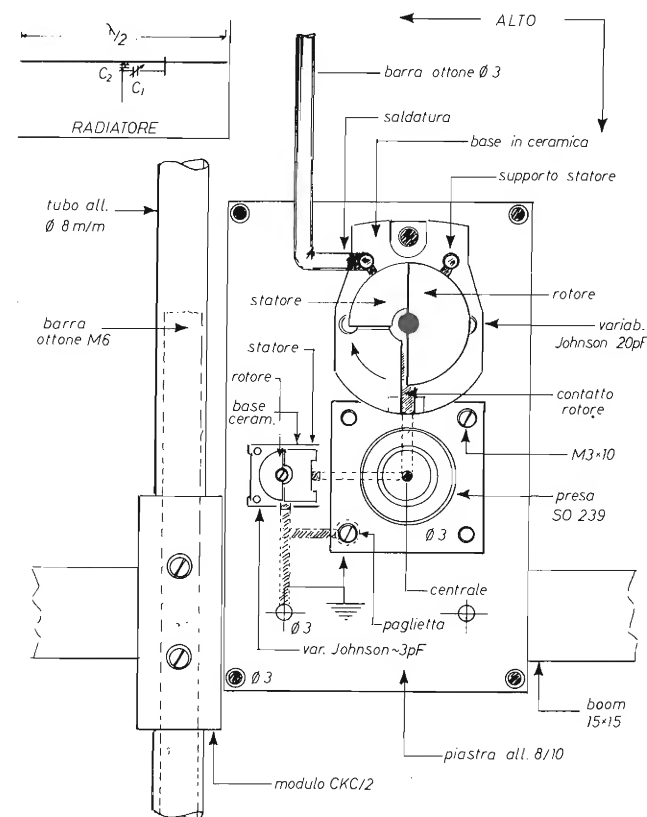
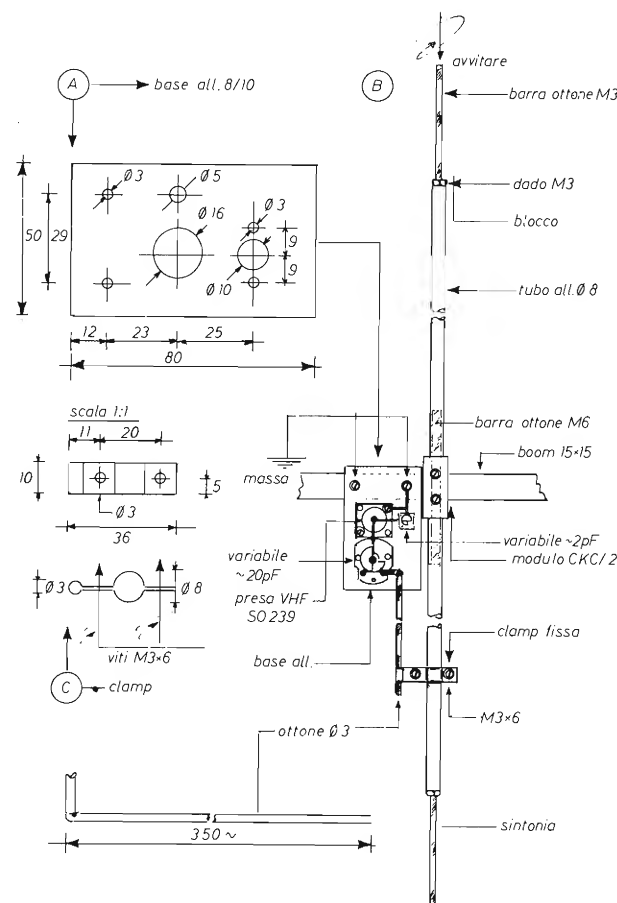

figura 2 - Schema di assemblaggio.
figura 3 - Modulo assemblato.
Tracciare il piano di foratura seguendo lo schema della figura 3/A. Fare molta attenzione alla precisione dei fori, particolarmente a quelli per il condensatore variabile C1 (Ø3, Ø12, Ø3).
Il procedimento è indicato nella figura 3/C.
Una volta in possesso di tutte le parti componenti, compresa la barretta di ottone Ø3 mm, tagliata a conveniente misura, — vedi figura 3/B — si può proce-
e) Inserire la clamp di cortocircuito elettrico e bloccarla in posizione con viti e dadi M3. Il modello assemblato si deve presentare come nella figura 3/B, con vista dall'alto. Per i dettagli sui collegamenti elettrici, osservare la figura 2 in scala volutamente ingrandita.